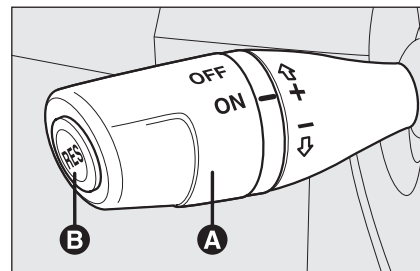

fig. 47
Gire el mando **A-fig. 47** a la posición **ON**.
- ☐ gire el mando **A-fig. 47** a **ON** y pise el pedal del acelerador hasta llegar a la velocidad deseada;
- ☐ presione el pulsador **RES B-fig. 47**.
- ☐ pisando el pedal del acelerador; en este caso el sistema no se desactiva efectivamente; el pedido de aceleración tiene prioridad en el sistema; el cruce control permanece activo, sin necesidad de presionar el pulsador **RES B-fig. 47** para regresar a las condiciones anteriores una vez terminada la aceleración.